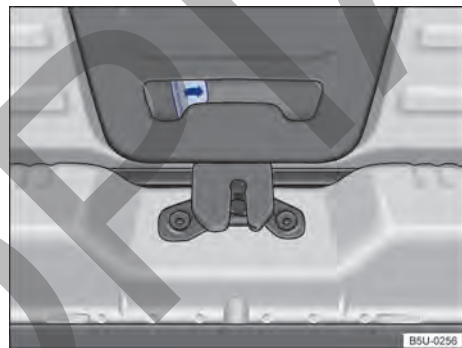

Fig. 51 Del lado de adentro del maletero: apertura de emergencia del portón trasero.
- Desplazar la palanca de desbloqueo en el sentido de la flecha → fig. 51, para destrabar la tapa.